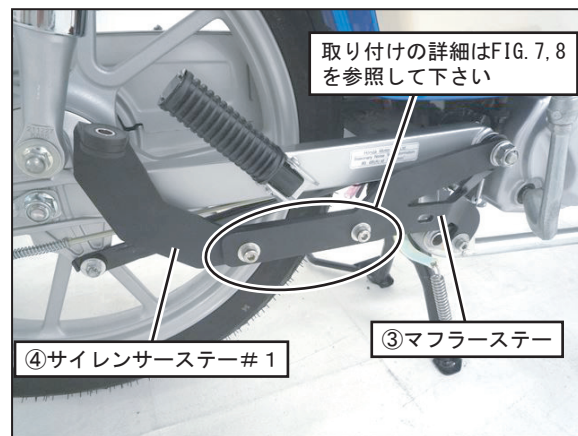

FIG. 6
③マフラステーの**車両内側**に⑥キャップボルトM8×25、⑪平ワッシャM8×20、⑫平ワッシャM8×26、⑮UナットM8を使用して④サイレンサーステー#1を仮締めして下さい。(FIG. 6, 7参照)
③マフラステーの**車両外側**に⑥キャップボルトM8×25、⑪平ワッシャM8×20、⑫平ワッシャM8×26、⑮UナットM8を使用して④サイレンサーステー#1を仮締めして下さい。(FIG. 6, 8参照)